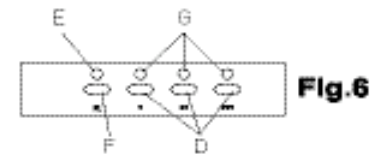

Fig.6
- Comutador de 3 posiciones para el control del motor (posición 1ª, 2ª y 3ª velocidades) (Fig. 6, ref. D).
- Lámpada de control del funcionamiento de la iluminación. Fig. 6. Ref. E.
- Lámpadas de control del funcionamiento del motor. Fig. 6. Ref. G.
- Interruptor para la lámpada de iluminación (Fig. 6, ref. F).